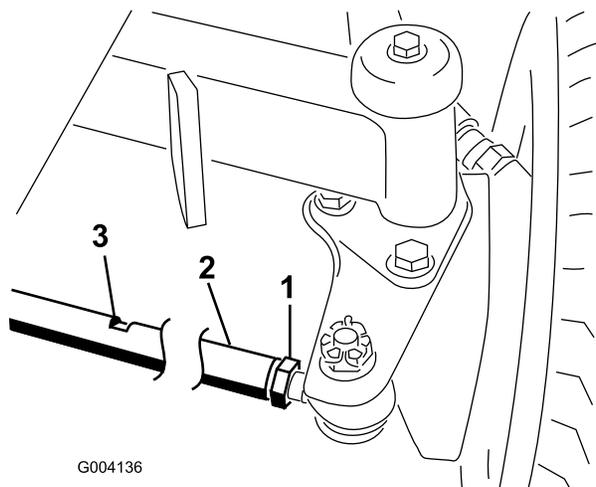

Рисунок 64
2. Ослабьте контргайку с каждой стороны тяги (Рисунок 64).